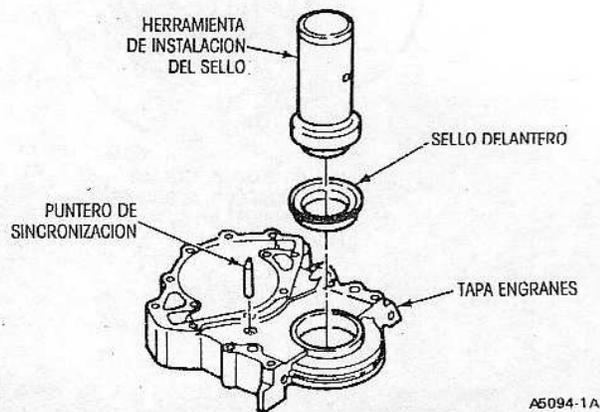

Fig.31. Instalación del Sello Delantero de Aceite del Cigüeñal
1. Aplique grasa al sello nuevo e instálelo (Fig. 31). Empuje el sello hasta que quede totalmente asentado.